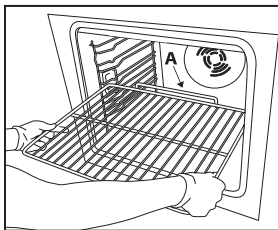

Fig. 1
1. Introduceți grătarul orizontal, cu partea ridicată "A" orientată în sus (Fig. 1).